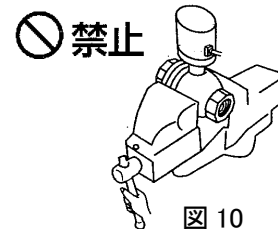

図 10
- バルブを万力等ではさまないでください。バルブを変形・破損させ、外部漏れや作動不良の原因となります。(図 10)